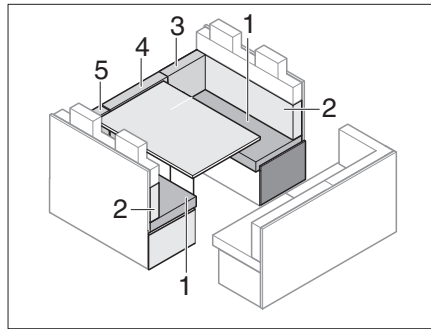

Bild 177 Vor dem Umbau
- Rückenpolster (Bild 177,3,4 und 5) entfernen und zur Seite legen.